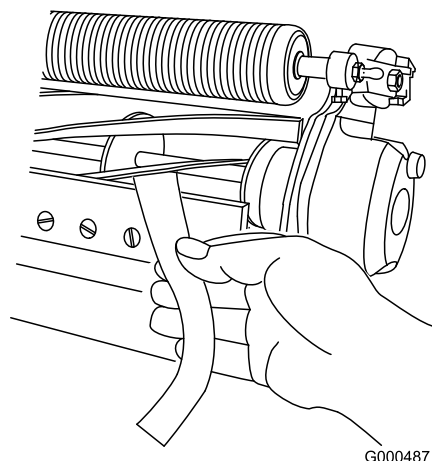

Figura 12
3. Verificate le prestazioni di taglio inserendo una lunga striscia di carta di verifica del taglio (n. cat. Toro 125-5610) tra il cilindro e la controlama, perpendicolarmente alla controlama (Figura 12). Ruotate **lentamente** il cilindro in avanti; questa operazione dovrebbe tagliare la carta.